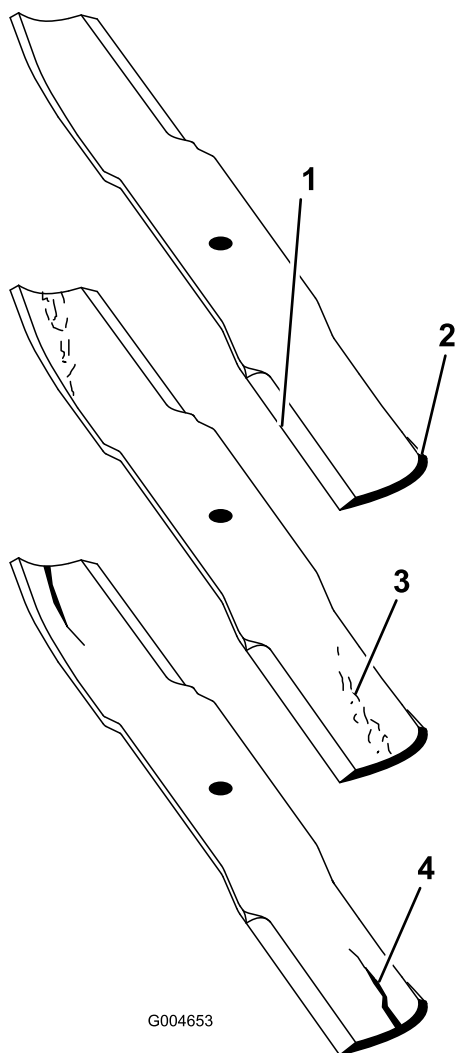

Figura 93
1. Controllate i taglienti (**Figura 93**).
2. Controllate le lame, in particolare l'area curva (**Figura 93**).
Nota: In caso di danni, usura o scanalature nell'area, montate immediatamente una nuova lama (**Figura 93**).